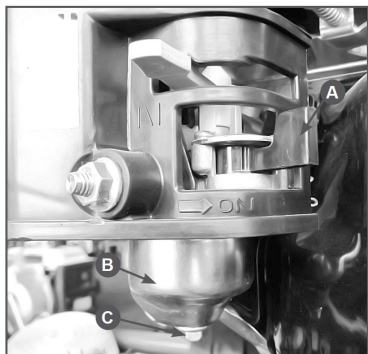

Рис.18 Удаление топлива из бака
2. Открутите с отстойника болт сливного отверстия (С) и стакан отстойника (В) Рис.18. Откройте топливный кран (А) и слейте топливо из бака.